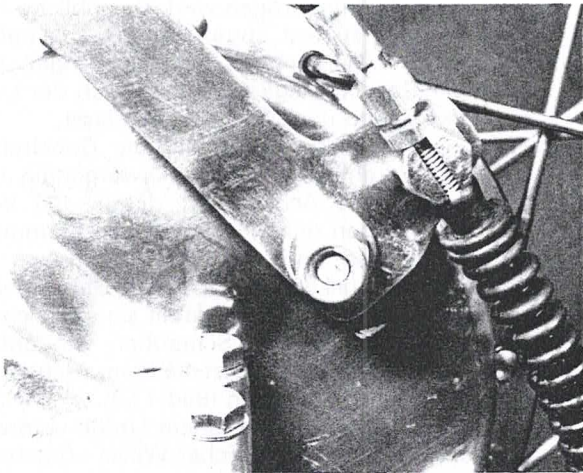

Bild 153
- Falls nach dem Zusammenbau die Gabelrohre sichtbar verdreht sind oder nur schwergängig einfedern, sind die Achsmutter, die beiden Verschlusschrauben der Standrohre, die Klemmutter der Achse und die Klemmschrauben in beiden Gabelbrücken zu lockern. Die Gabel mehrmals kräftig durchdrücken, damit sie sich richtig setzt. Alle Muttern und Schrauben von unten nach oben festziehen, zuletzt die Klemmschraube des Lenkschaftes anziehen (Bild 153).